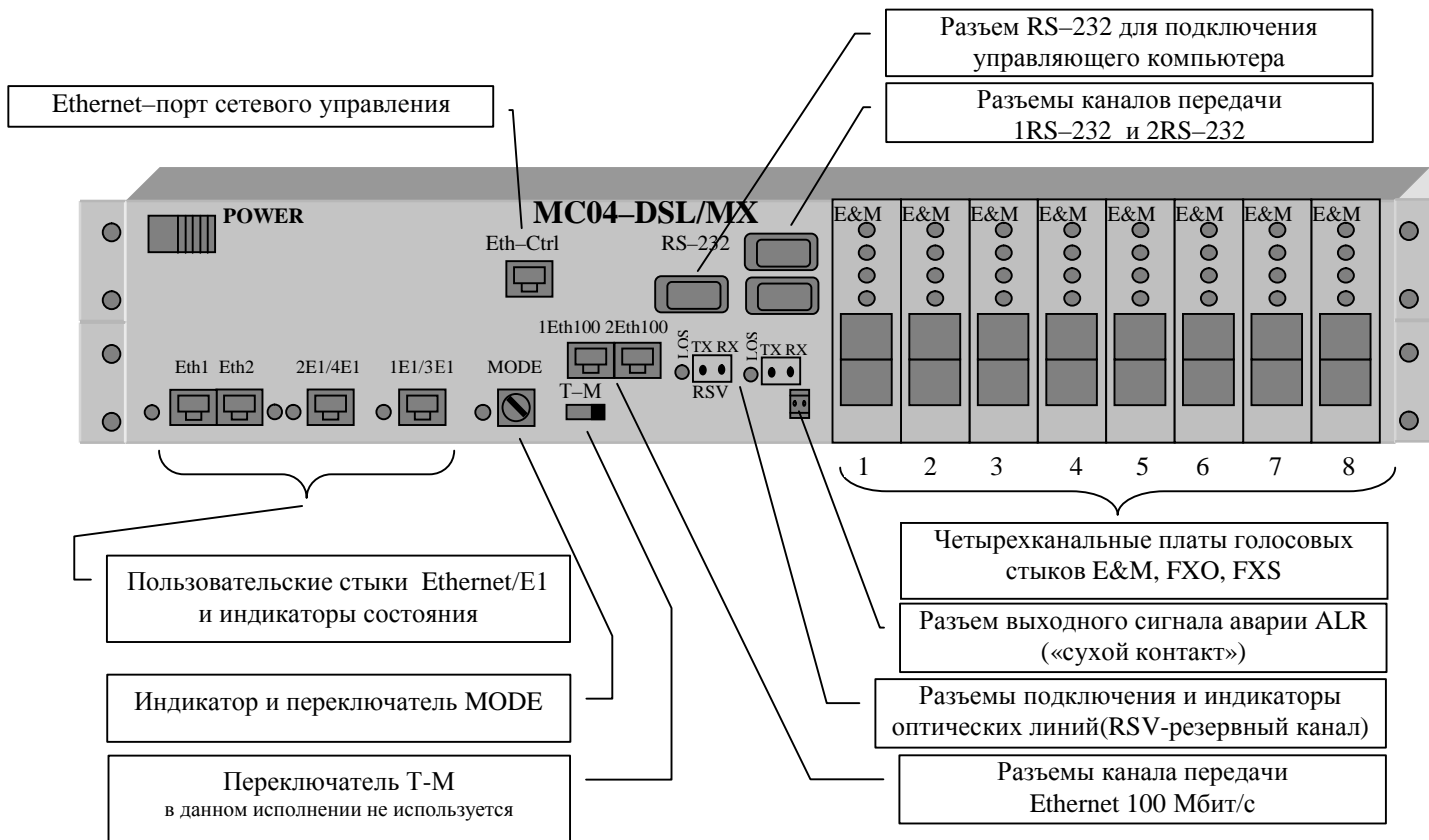

Рис. 2. Модем-мультиплексор на 8 плат канальных окончаний в корпусе 2U.
5.1.2. Модем-мультиплексор поставляется в исполнении – на 8 плат канальных окончаний (КО). Места установки плат на рис. 2 пронумерованы от 1 до 8.